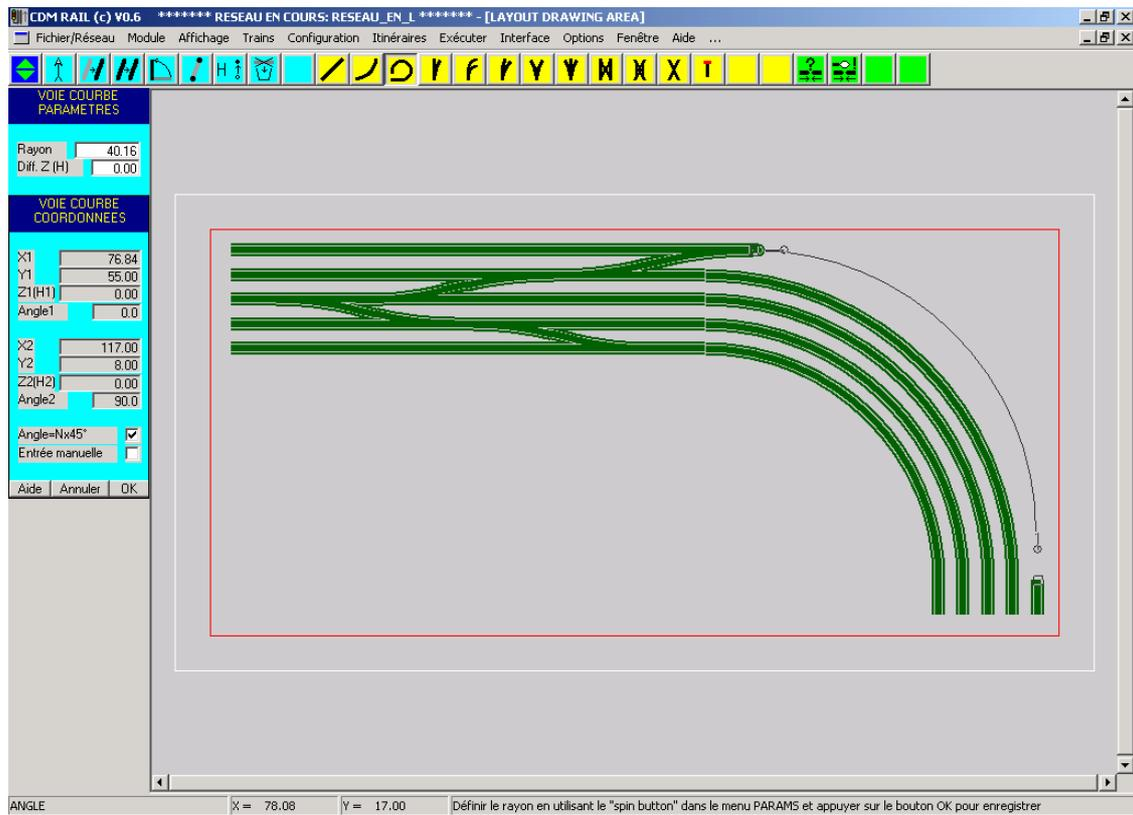

Figure MM-4-9 Ajustement de la courbe extérieure après placement de l'aiguillage.
Par contre, la figure MM-4-8 montre qu'il n'y a pas assez de place pour placer le deuxième aiguillage de la quatrième et dernière paire: c'est l'objet de la modification de la figure MM-4-9.
- Puis, ajouter un segment en courbe pour "remplacer" le segment en arc détruit (figure MM-4-9). Le rayon affiché est de 40.16 cm, ce qui est satisfaisant.